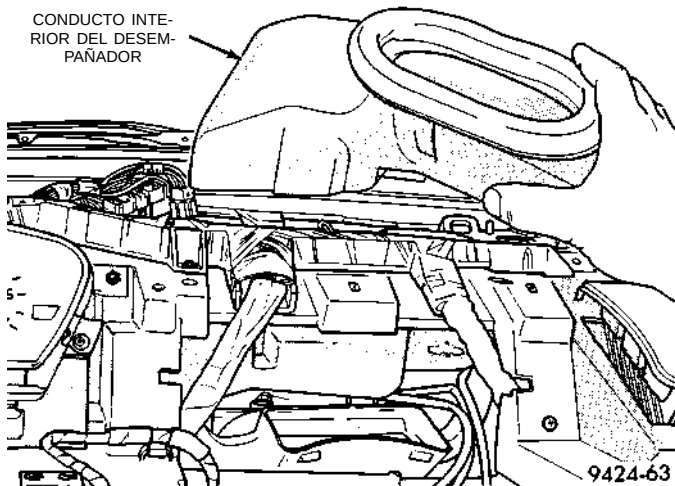

Fig. 41 Conducto interior del desempañador del tablero de instrumentos
(5) Retire el conducto interior del desempañador (Fig. 41).
(6) Desconecte el cable en la unidad del calefactor.
(7) Desconecte el cable en el tablero de control.
(8) Retire el cable del vehículo.
- (5) Retire el conducto interior del desempañador (Fig. 41).
- (6) Desconecte el cable en la unidad del calefactor.
- (7) Desconecte el cable en el tablero de control. Retire el control del tablero de instrumentos.
- (8) Retire el cable del vehículo.